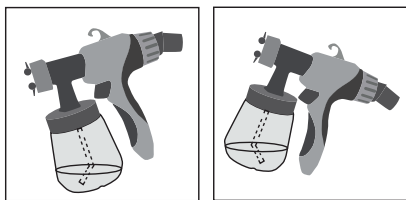

Рис. 2
**7.** Заправьте емкость (6) приготовленным материалом:
- в)** установите всасывающую трубку в зависимости от обрабатываемой поверхности: при горизонтальной поверхности поверните трубку вперед, при вертикальной – назад (Рис. 2);